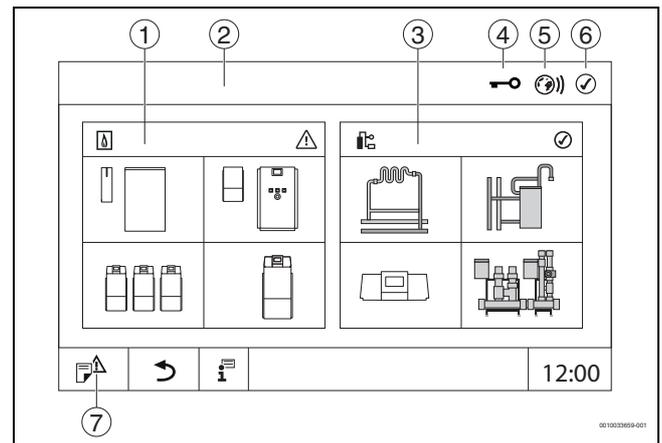

Fig. 8 Panoramica di sistema (esempio)
- ▶ Toccare **Impianto** (→ fig. 8, [3], pag. 17).